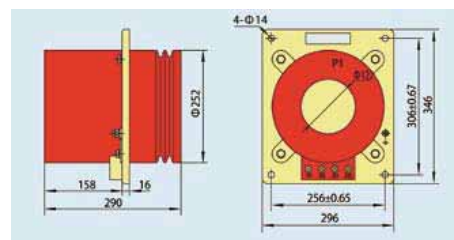

Рис. 6.3 Внешний вид и размеры трансформатора тока LAJ-10(Q) 1000~2000 А
- 6.3 Внешний вид и размеры трансформатора тока LAJ-10(Q) 1000~2000 А (см. рис. 6.3)